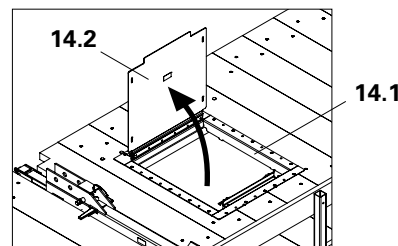

Fig. A2.05
- Colocar la trampilla abatible 55 x 60, (14.1) en el recorte. La tapa (14.2) abre hacia el muro. (Fig. A2.05)